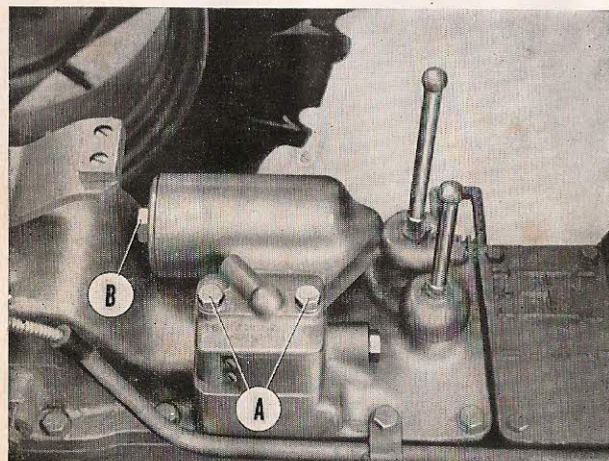

FIG. 25
- Remplacer la cartouche du filtre à huile du système hydraulique. Pour cela : déposer les 2 vis de fixation A de l'ensemble du filtre. Dévisser ensuite la vis à 6 pans B à l'arrière du filtre (fig. 25).